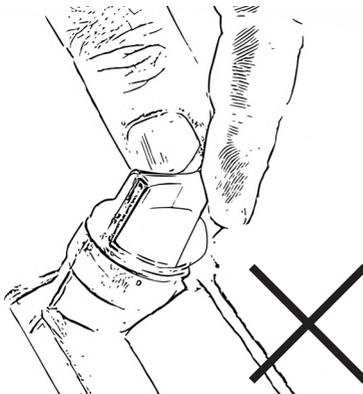

Bild 20
Vrid aldrig oljepåfyllningspluggen med ansluten oljesticka in i gängan vid avläsning av oljenivån. Detta leder till ett felaktigt mätresultat, fig. 20.
- Sänk ner oljestickan helt i oljan. Vrid aldrig oljestickan in i gängan, fig. 20.